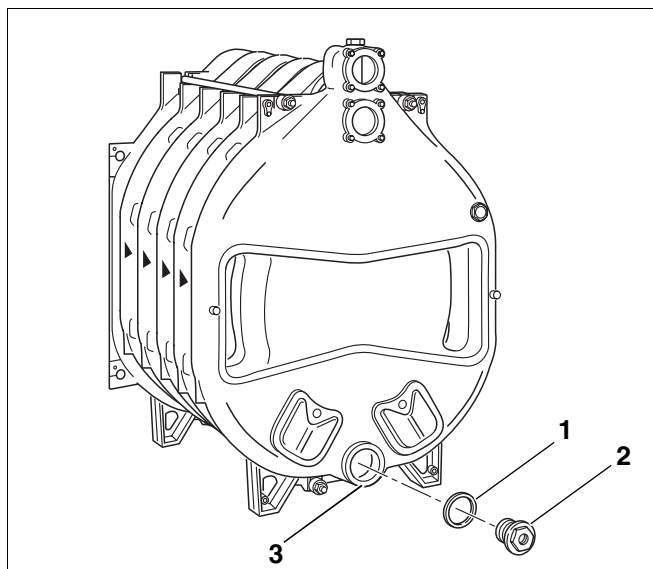

Рис. 21 Установка фланца
- Закрывать спереди и сзади нижнюю ступицу котла (рис. 21, поз. 3). Для этого установить на соответствующие ступицы котла уплотнения (рис. 21, поз. 1) и заглушки (рис. 21, поз. 2).